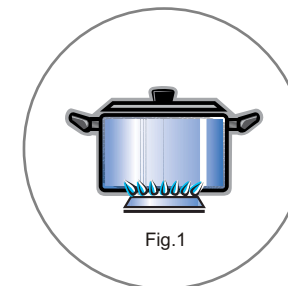
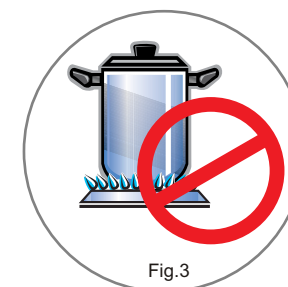

Fig.1
Fig.3
01. Para un consumo menor de gas y un mejor aprovechamiento, se aconseja el uso de ollas con un diámetro adaptado al tamaño de los quemadores (fig.1 y 2), evitando que la llama queme en vacío (fig.3).